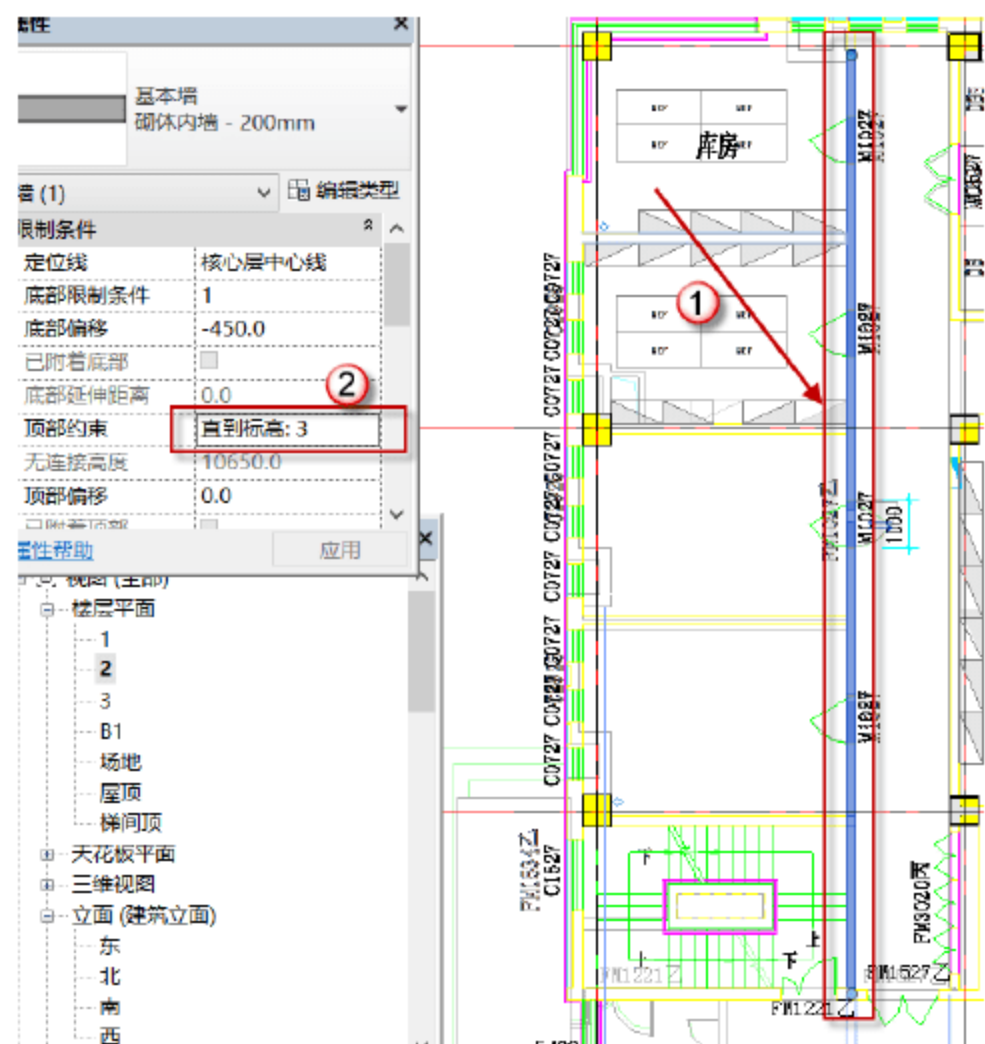
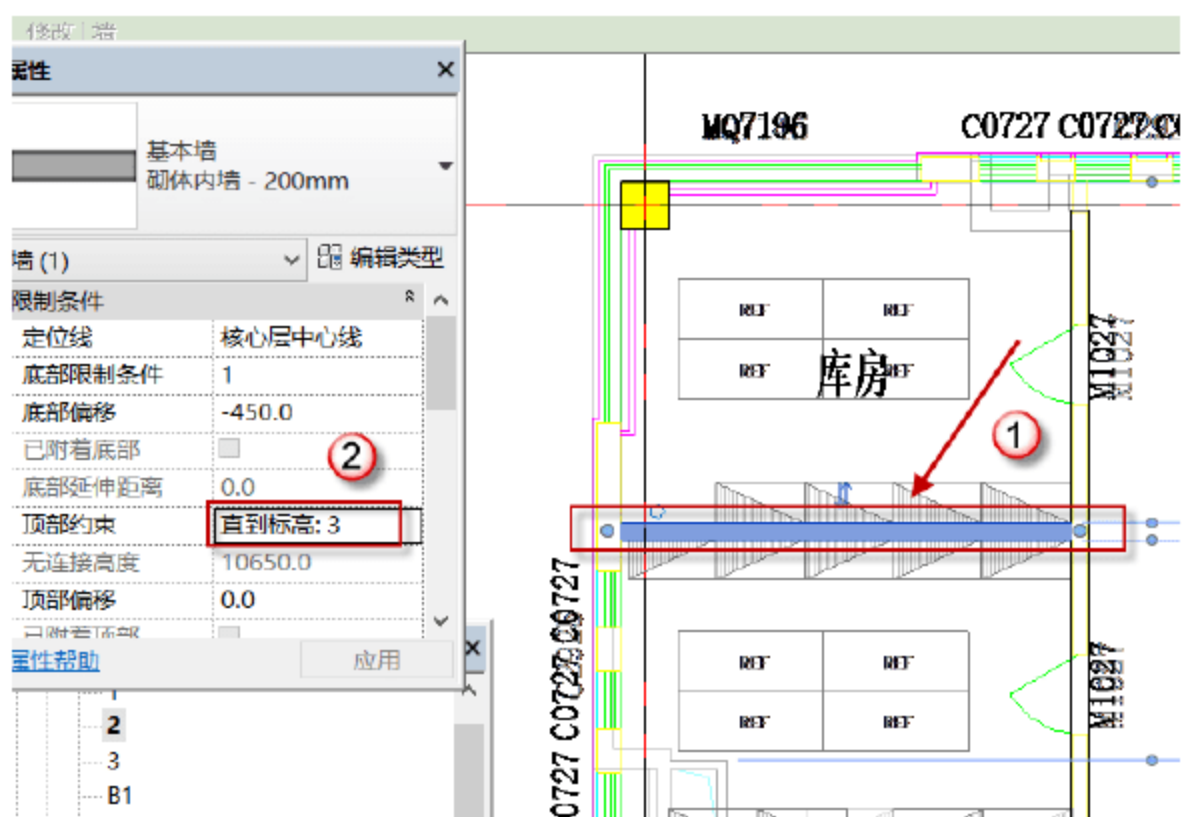
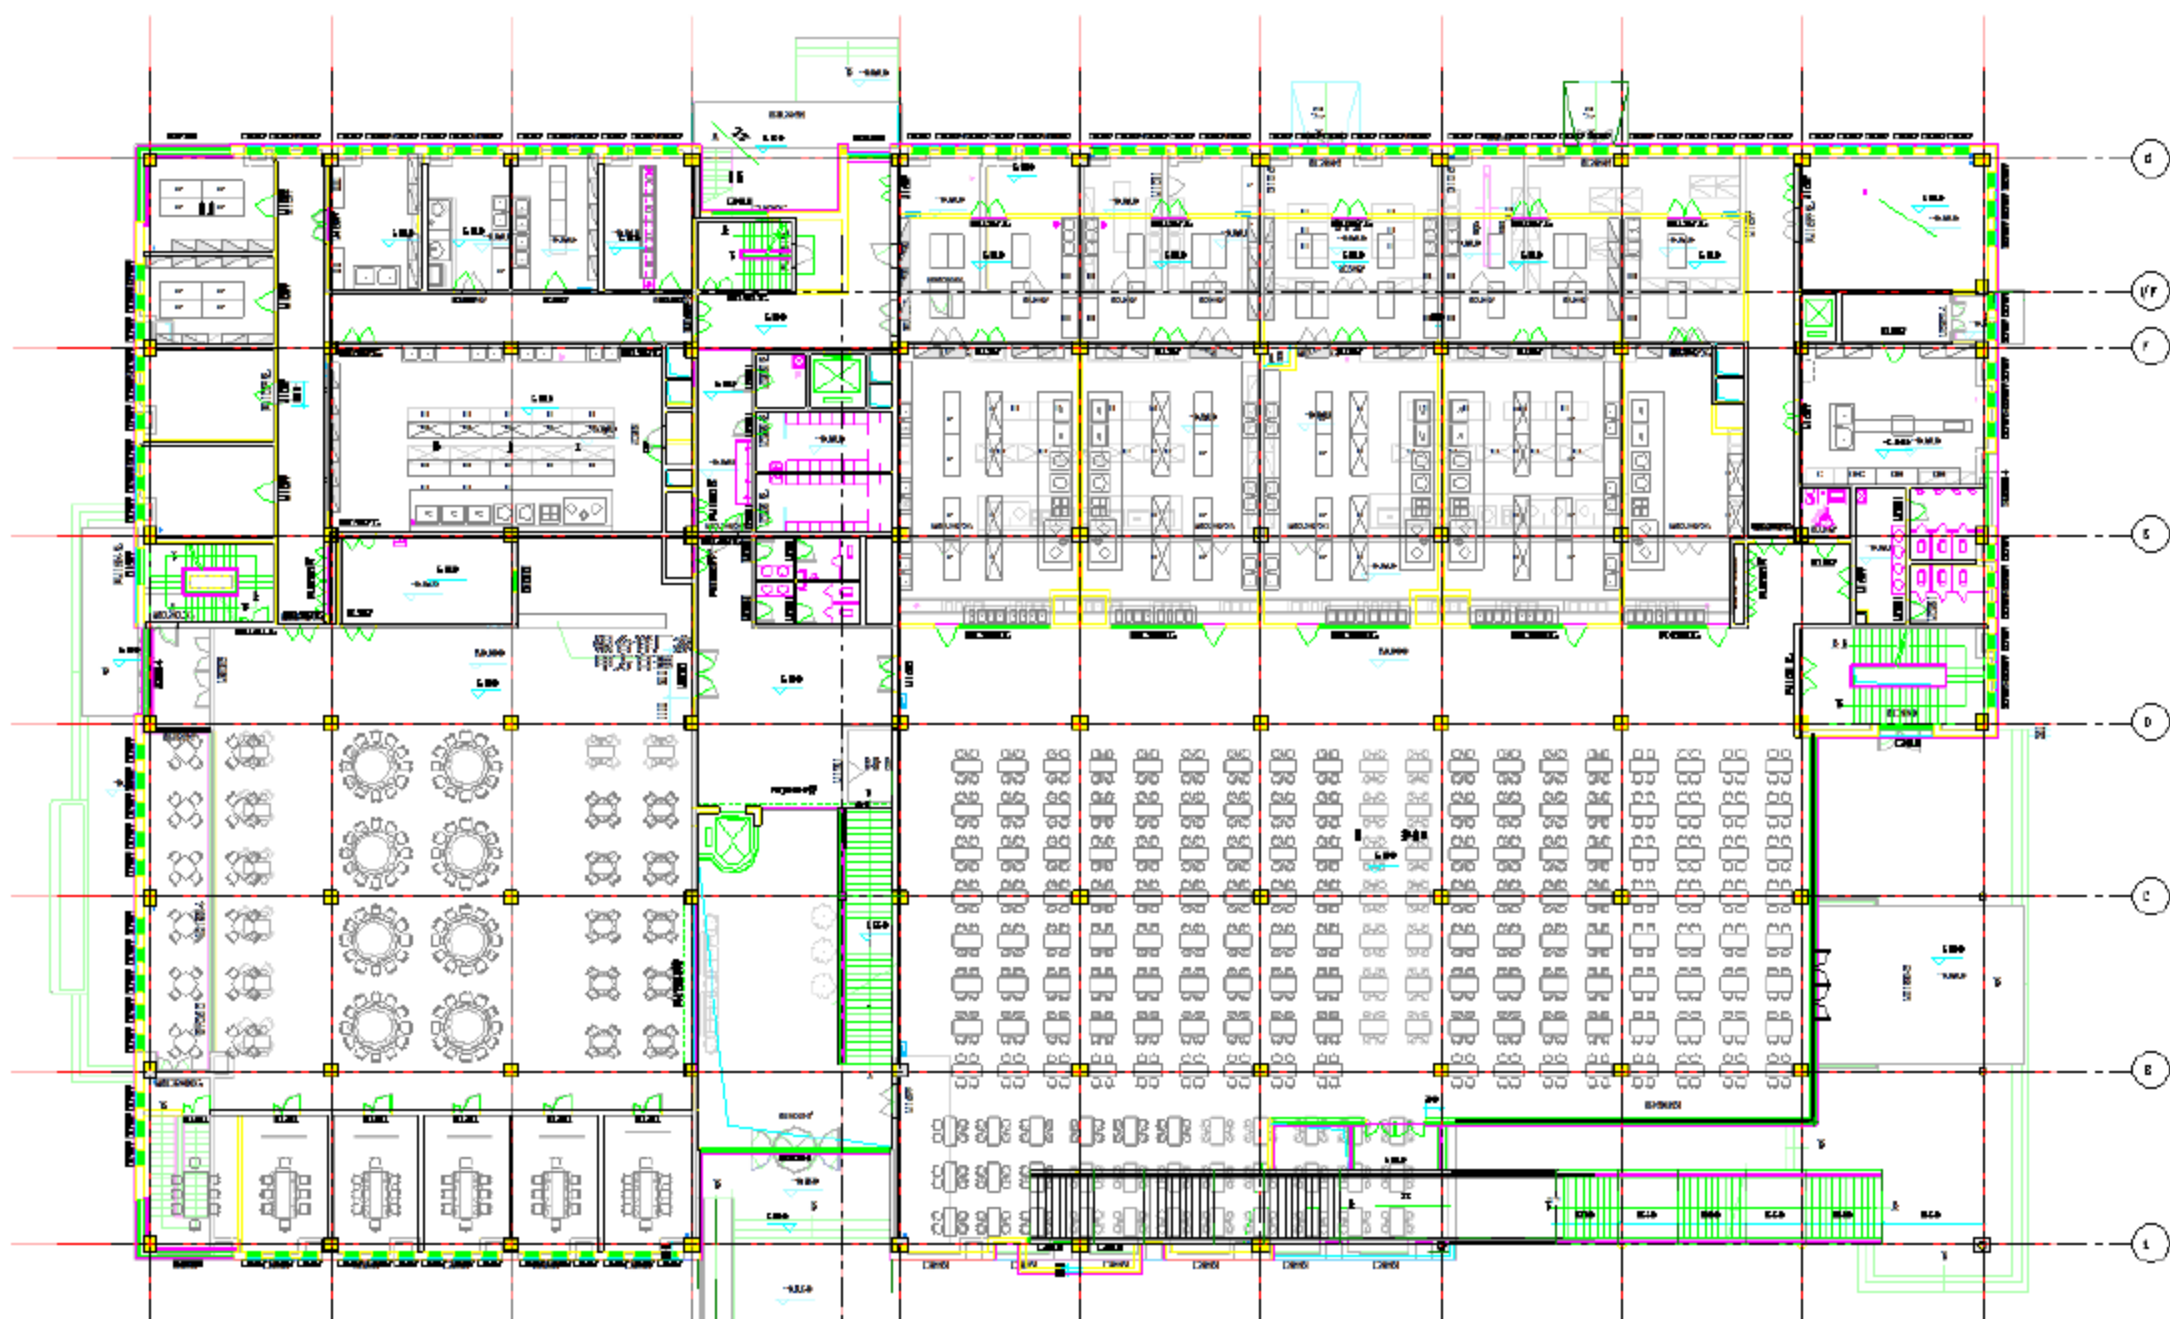

图 11.1.4 复制二层部分内墙
图 11.1.5 复制二层部分内墙
图 11.1.6 完成复制二层部分内墙
(2) 复制二层内墙。由于从二层可以看到和选择一层的内墙，且楼层一墙体和二层略有差别，不能直接复制楼层，所以本项目采用一层墙一面面向上复制。复制第一面墙，先选中要复制的墙体，然后在“属性”面板中将其“顶部约束”改为“直到标高：3”，如图 11.1.4 所示；复制第二面墙，选中第二面墙体，然后在“属性”面板中将其“顶部约束”改为“直到标高：3”，如图 11.1.5 所示。重复上述步骤，完成其他墙体的复制，如图 11.1.6 所示。